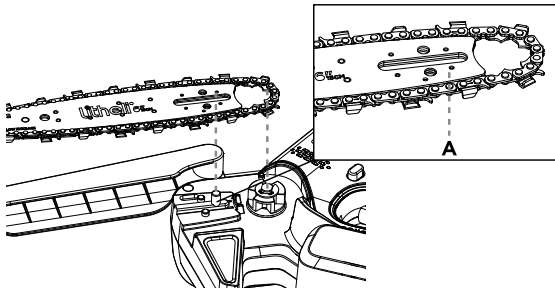

Abb.3
3. Montieren Sie die Kette auf das Antriebskettenrad und vergewissern Sie sich, dass die Befestigungsschraube des Schwerts auf dem Schienenkissen in die Keilnut der Öffnung auf des Schwerts und der Spannstift auf dem Schienenkissen in die Nut (A) auf das Schwert passt. (Abb. 3, 4)